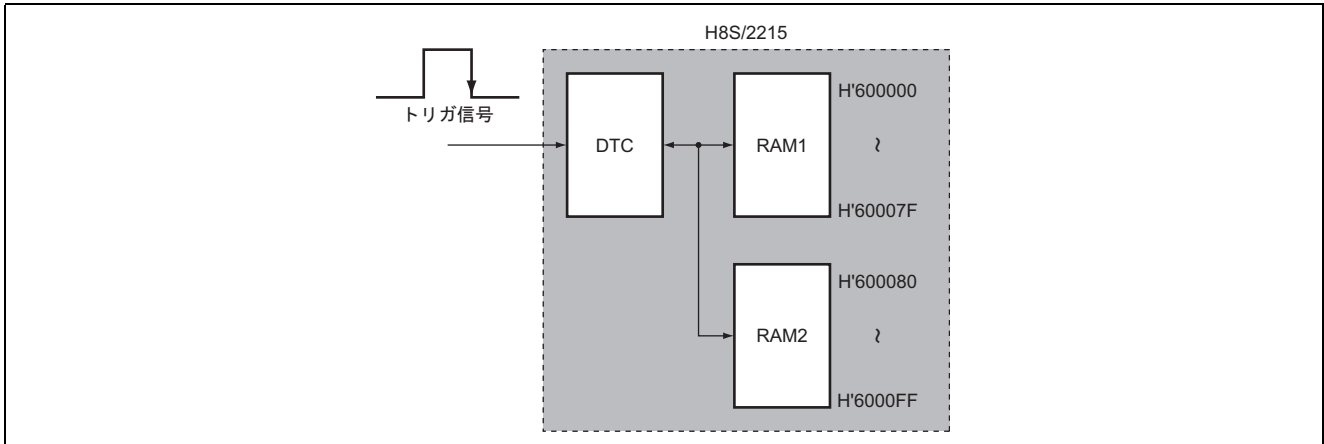

図 1 ソフトウェア起動によるデータ転送ブロック図
- (1) 図 1 に示すように、ポートの立ち下がりエッジ検出時に DTC を起動させ、128 バイト 1 ブロックの転送を行います。
- (2) 転送エリアは H'600000 ~ H'6000FF です。
- (3) H8S / 2215 の内部動作周波数は 16MHz で使用します。